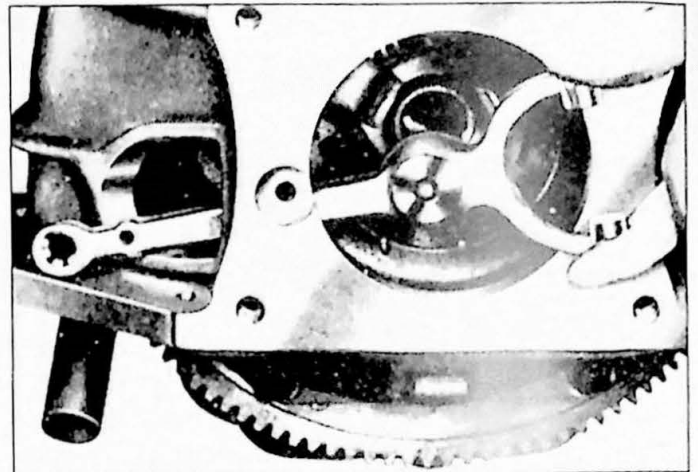

Fig. 5.4. Demontage van de koppelvork
5. Verwijder de koppelingsvork door eerst aan de binnenkant de geleidekogel een paar slagen los te maken met een steeksleutel 17. Houd de stift in positie en draai daarna de schroef uit de geleidekogel. Draai hierna de koppelingsvork een halve slag en verwijder deze achterwaarts (Fig. 5.4).
5. Monteer de koppelingsvork, door deze achterstevoeren in het vliegwielhuis in te brengen en daarna om te draaien (Fig. 5.4) en maak de geleidekogel met schroeven vast.